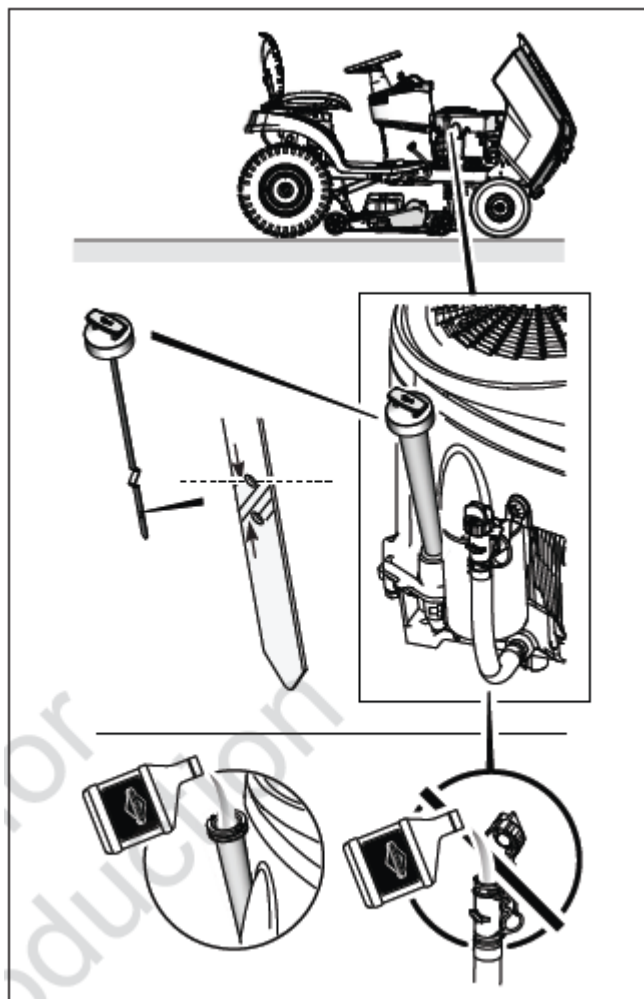

Рис. 6
4. Извлеките щуп и протрите чистой ветошью (см. рис. 6).